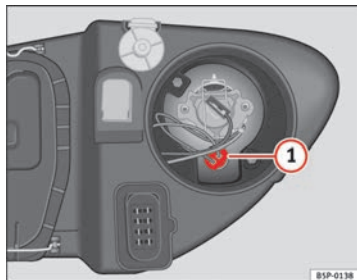

Fig. 170 Feux de position
- Retirez la douille d'ampoule ⇒ fig. 170 **1** vers l'extérieur.